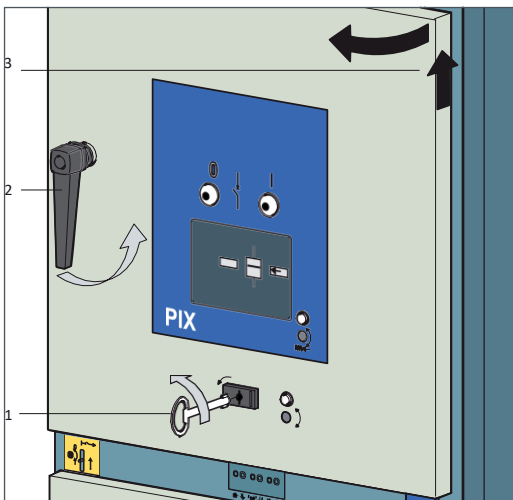

Fig. 4.3
- Embrocher la clé à double panneton dans le trou dans la porte et la tourner à gauche (Fig. 4.3, 1); la porte est déverrouillée.
- Embrocher la poignée avec le levier dirigé vers le bas et la tourner à gauche (2); la porte frontale est levée.
- Ouvrir la porte en la pivotant à gauche (3).